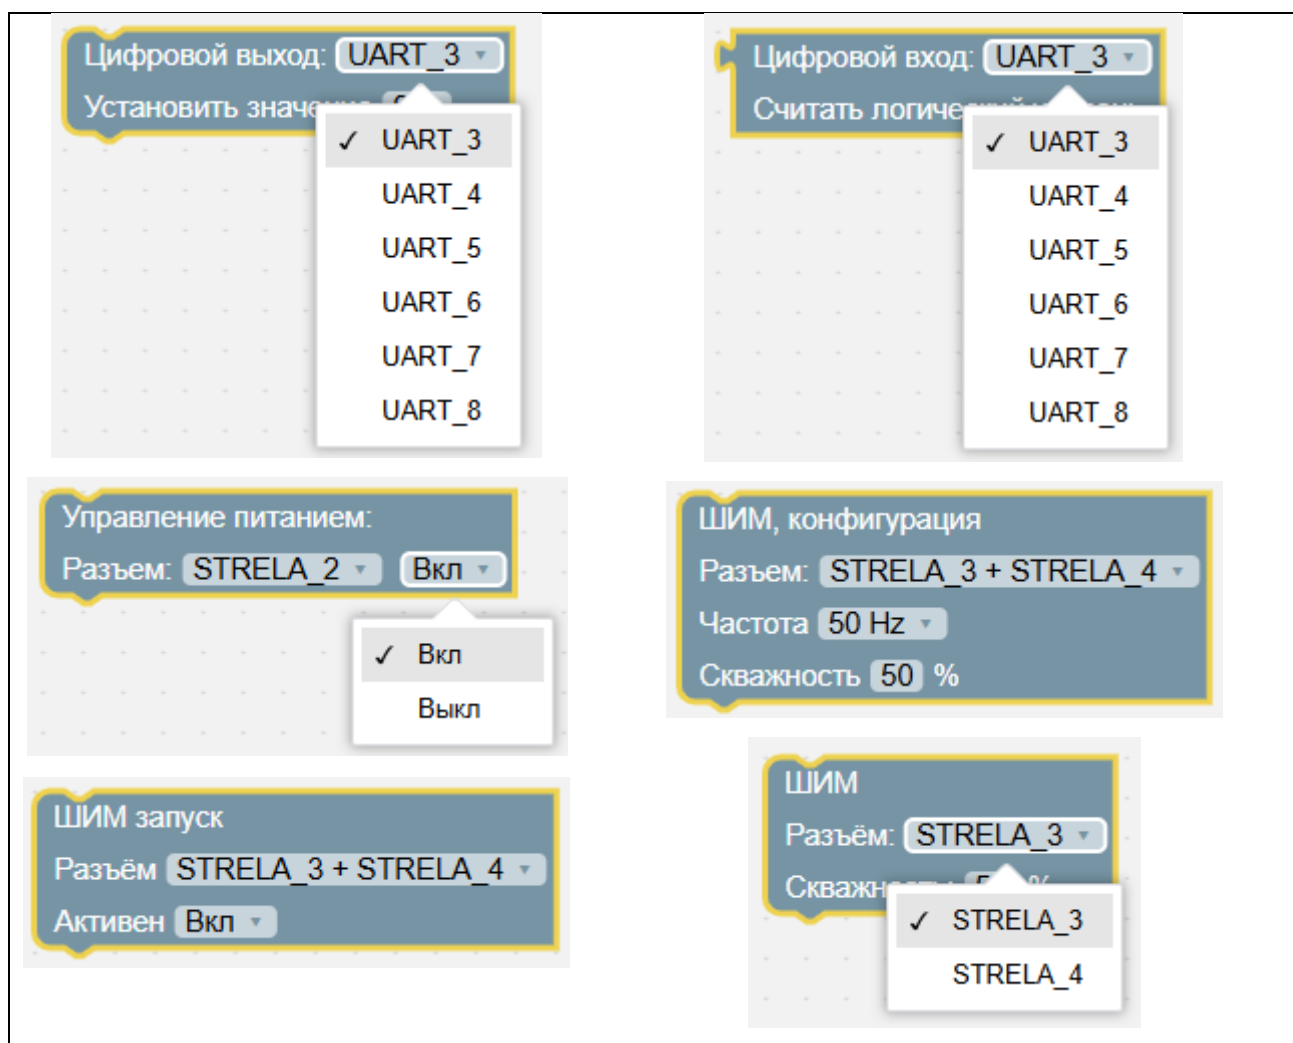

Рисунок 62 – Блоки «Периферия»
11. Периферия – управление внешними подключениями (см. Рисунок 62).